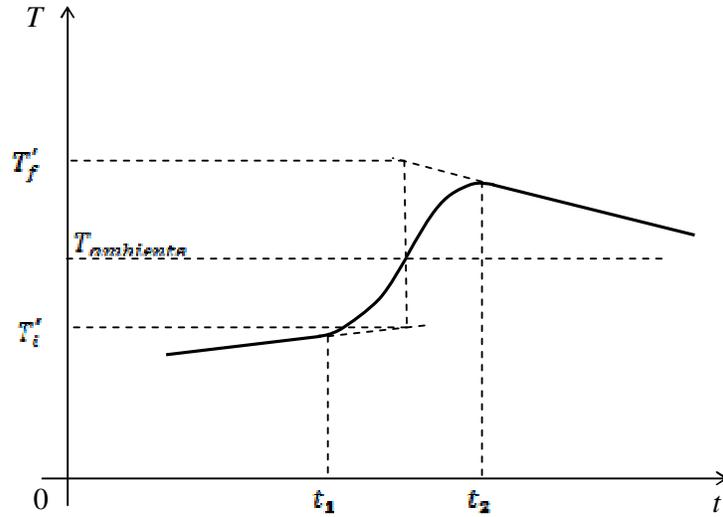

Figura 1: Grafico de temperatura del sistema en función del tiempo al introducir un cuerpo mas caliente que el calorímetro inicialmente.
18) Pueden además hacer una tabla. Para ello ir al menú principal con  y seleccionar “tabla”, también se puede medir directamente el valor de la temperatura sobre el visor con la opción “digitos”. (ver figura 1)